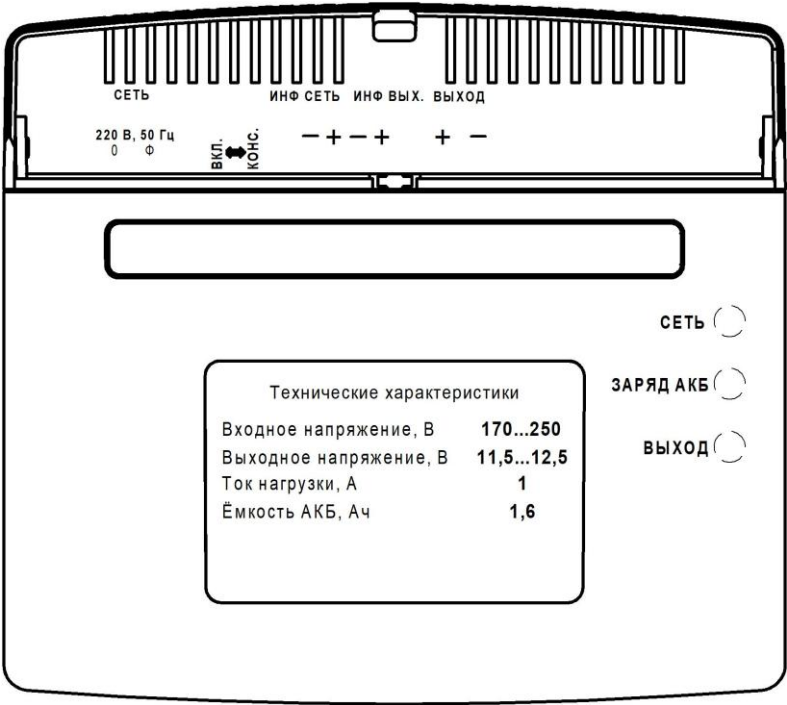

Рисунок 1 – Вид источника с поднятой крышкой
- возможность отключения встроенной АКБ с помощью выключателя АКБ (см. рисунок 1).
Светодиодная индикация представлена тремя индикаторами (см. рисунок 1):